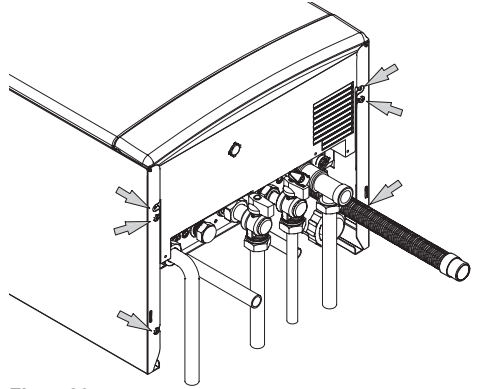

Fig. 5.23
- Svitare le sei viti indicate in Fig. 5.23.